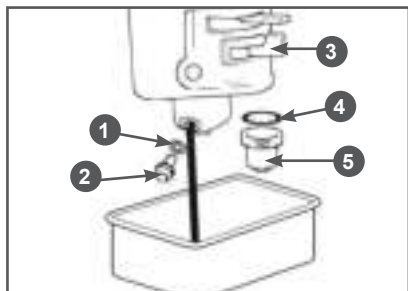

Рис. 35 Обслуживание карбюратора
1. Установите под карбюратор подходящую емкость (Рис. 35).
2. Установите рычаг топливного крана 3 в положение «ЗАКРЫТО» (Рис. 35).
3. Открутите болт 2 сливного отверстия и слейте топливо из поплавковой камеры карбюратора в подготовленную для этого емкость (Рис. 35).
4. Открутите стакан отстойника 5, вылейте из него топливо в заранее подготовленную емкость (Рис. 35).
1. Слейте топливо из топливного бака и карбюратора (Рис. 35).